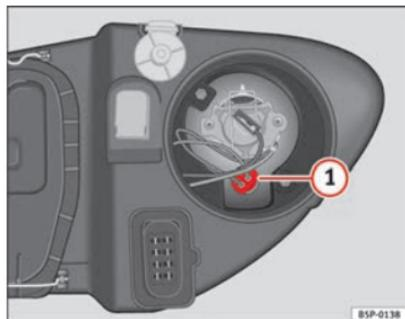

Fig. 189 Luci di posizione
- Estrarre il portalampane ⇒ fig. 189 **1** verso l'esterno.